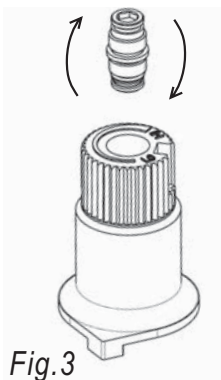

Fig. 3
- 11) Flip the screw (Fig. 3).